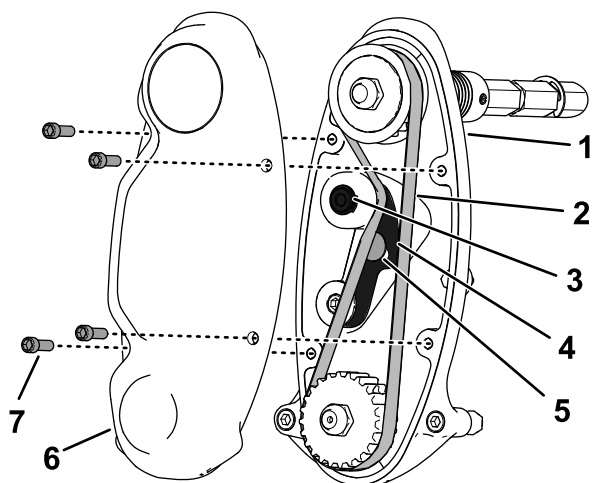

図 17
1. ベルトカバーを外してベルトを露出させる 図 17。
2. アイドラアームボルトをゆるめてアイドラアーム 図 17 を回してベルトの張りをなくす。
3. ベルトを取り外す 図 17。
6. ベルトを取り付け、図 17 に示すアイドラアームの内側六角部に 6-7 N·m 0.58-0.69 kg·m のトルクを掛ける。